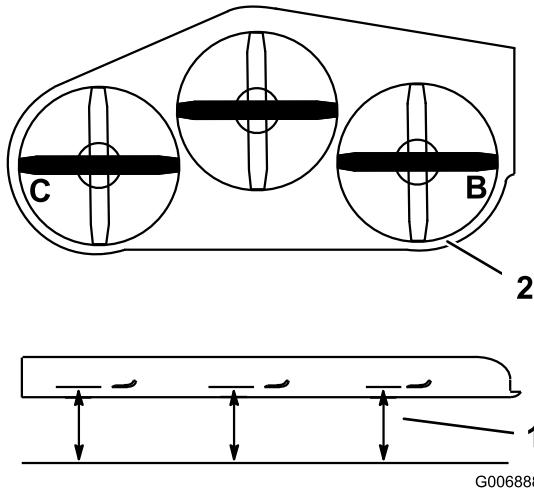

Figure 64
1. Tournez la lame droite latéralement (Figure 64).
2. Mesurez la distance au point **B** entre la surface plane et le tranchant de la pointe de la lame droite (Figure 64).
4. Tournez la lame gauche dans le sens transversal (Figure 64).
5. Mesurez la distance au point **C** entre la surface plane et le tranchant de la pointe de la lame gauche (Figure 64).